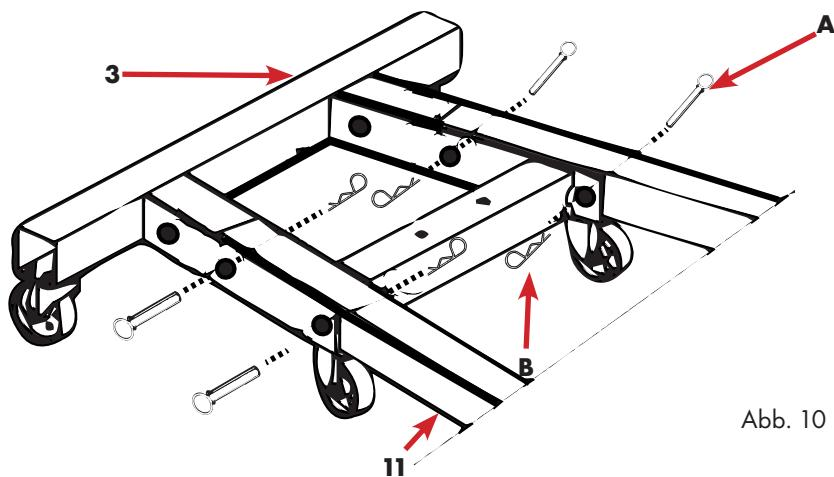

Abb. 10
- Fissare i perni della coppiglia dall'interno con le coppiglie, Fig.10.